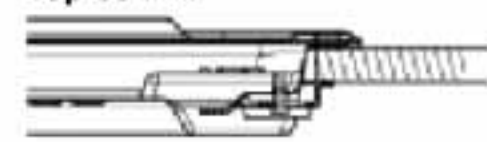

Fig. 1
2. Pour fixer la table de cuisson, utilisez les étriers (A) fournis.
3. Introduisez les étriers dans les orifices prévus à cet effet (indiqués par la flèche) et serrez-les au moyen des vis en fonction de l'épaisseur du plan de travail (voir fig. 1).
- ouvrez le bornier (C) en appuyant sur les pattes latérales au moyen d'un outil approprié
- introduisez le câble d'alimentation (D) dans le collier de serrage (E) et connectez les fils au bornier
- Dès que le branchement électrique est terminé, insérez la table de cuisson par le dessus et fixez-la au moyen des étriers de fixation, comme illustré dans la figure 1.